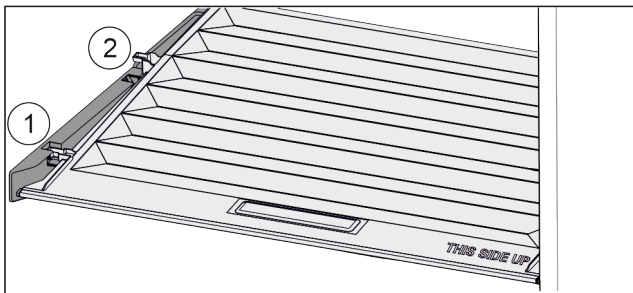

Fig. 84
- ▶ Потянуть крышку до отверстия в поддерживающих деталях вперед Fig. 84 (1).
- ▶ Поднять сзади снизу и извлечь Fig. 84 (2) движением вверх.